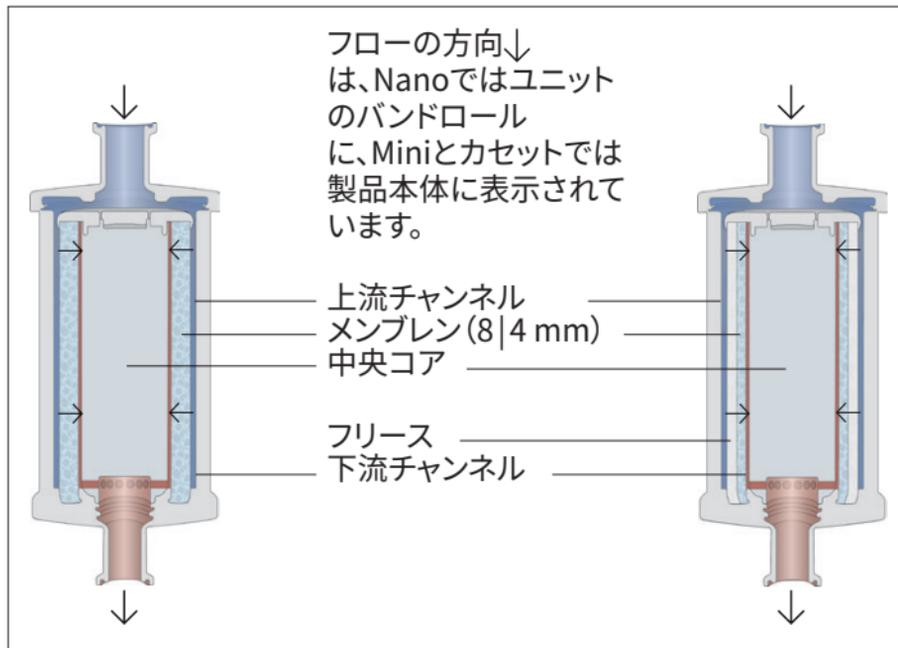

図3: 8 mm (左) と4 mm (右) のカプセル内部の構造と流路
- ▷ フローは上流チャンネルに向かい(溶液が製品に入る)、メンブレンレイヤーを通過して下流チャンネルに流れ、製品の排出口に向かいます(図3を参照)。